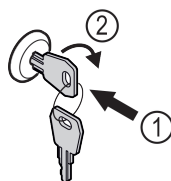

Fig. 178
- ▶ Пъхнете ключа. Fig. 178 (1)
- ▶ Завъртете го на 90° по посока на часовниковата стрелка. Fig. 178 (2)